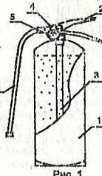

Рис. 1
4.1. Огнетушитель (рис. 1) состоит из корпуса 1, наполненного огнетушащим порошком 7. На горловине закреплено запорно-пусковое устройство 4 с индикатором давления 5. ЗПУ оснащено ручкой для переноски огнетушителя и ручкой для управления пусковой 2. Огнетушитель оснащен сифонной трубкой 3, гибким рукавом 6 (кроме ОП-1, ОП-2, ОП-3) и расшилителем для прокрутки факела распыла порошка. Огнетушитель оснащен чехол для предотвращения самосрабатывания.
Маркировка окраска баллона (БГОП) - КРАСНЫЙ ЦВЕТ в соответствии с требованиями ГОСТ Р 12.4.026. Баллоны для модулей порошкового пожаротушения автоматические (БМП) согласно ГОСТ Р 53268-2009 по согласованию с потребителем могут быть окрашены в тон интерьера. На баллоне нанесена маркировка в одну, две или три строки. Допускается размещение наклейки (надписи) в центральной части цилиндрической поверхности, ограниченной с верхней крышкой по диаметру шейки, вдоль баллона по высоте, по диаметру цилиндрической части обечайки в нижней, средней или верхней частях обечайки (смотри рис. 1). Содержащая следующую информацию: а) наименование и (или) обозначение типа, марки, модели баллона; б) параметры и характеристики, влияющие на безопасность (рабочее и пробное давление, масса погруженного баллона, вместимость баллона); в) наименование материала, из которого изготовлен баллон; г) товарный знак изготовителя; д) заводской номер; е) дата изготовления (производства); ж) знак ЕАС